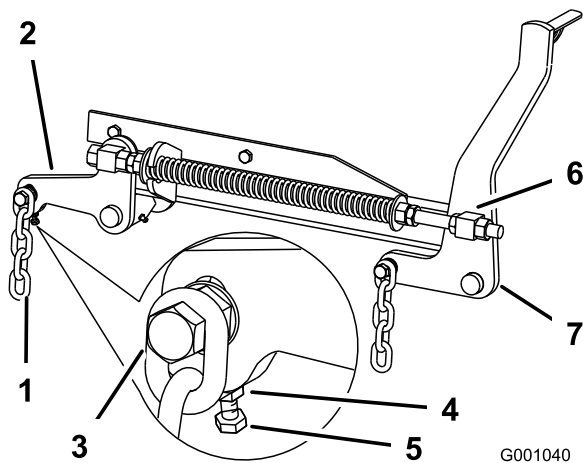

Figura 93
7. Si las medidas realizadas en las posiciones **B** o **C** no son correctas, afloje el perno que fija la cadena trasera al brazo de soporte trasero (Figura 93).
8. Afloje la contratuerca situada debajo del brazo de soporte trasero y ajuste el perno de ajuste hasta obtener una medida de 80 a 83 mm ($3\frac{1}{8}$ " a $3\frac{1}{4}$ "); consulte Figura 93.
7. Afloje las contratuercas del pivote delantero, en la parte delantera de los pivotes derecho e izquierdo, unos 13 mm ($\frac{1}{2}$ " (Figura 93).
8. Ajuste las tuercas de elevación en el lado izquierdo y derecho de la máquina hasta obtener una distancia de 6 a 10 mm ($\frac{1}{4}$ " a $\frac{3}{8}$ " menos en la parte delantera en **A** que en la parte trasera, en **B** (Figura 93).